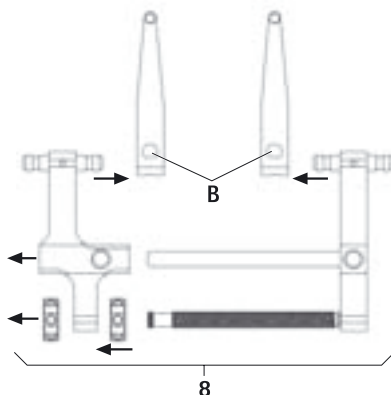

Fig. 3
- Desmontar o distractor 8 juntamente com as lâminas de distracção, ver Fig. 3: accionar a corrediça B e remover a lâmina de distracção FW239R.